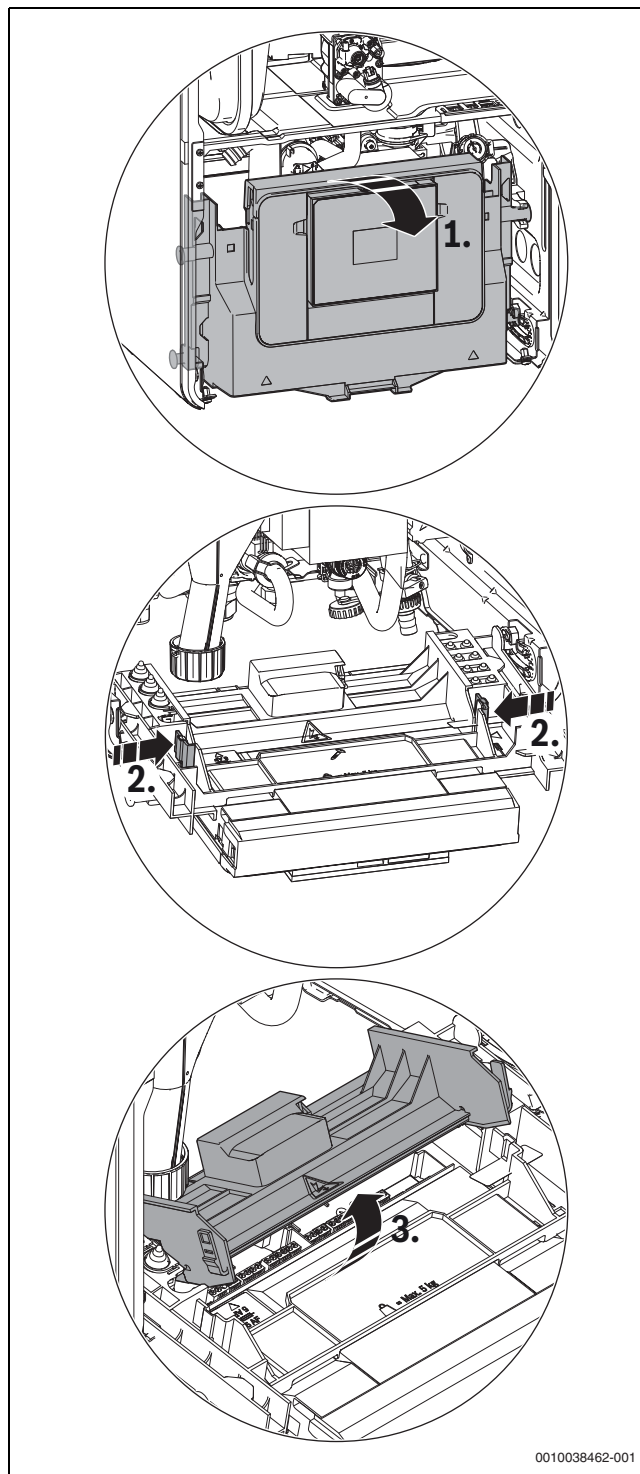

Fig. 36 Ouverture du cache
- Rabattre l'appareil de commande (→ fig. 36).